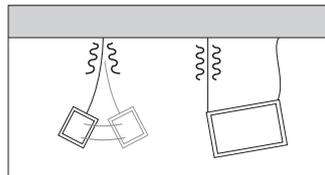

図6
- 揺れや荷重の不均衡により、1箇所のワイヤーや金具に思わぬ負荷が集中する場合があります。許容荷重には余裕を持って製品をご選定、ご使用ください(図6)。